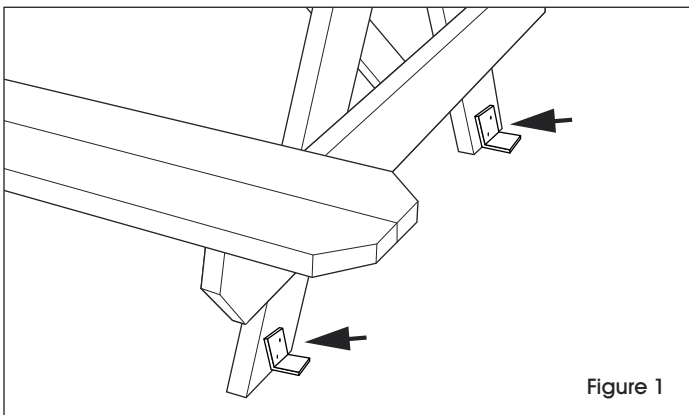

Figure 1
1. Place the L-bracket against the table or bench where the base meets the ground and make a mark on the table or bench through the holes in the bracket. (See Figure 1)
1. Placez le support en L contre la table ou le banc à l'endroit où la base touche le sol et faites une marque sur la table à travers les trous du support. (Voir Figure 1)